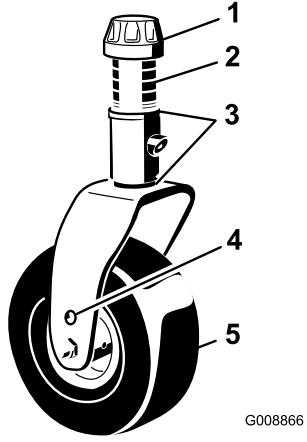

図 29
- キャスタスピンドルシャフト（図 29）からテンショニングキャップを外し、キャスター アームからキャスターシャフトを抜き出す。最初についていたように、シャフトにシム（3mm）を 2 枚セットする。適正数のスペーサーシャフトにセットして希望の刈高にする。